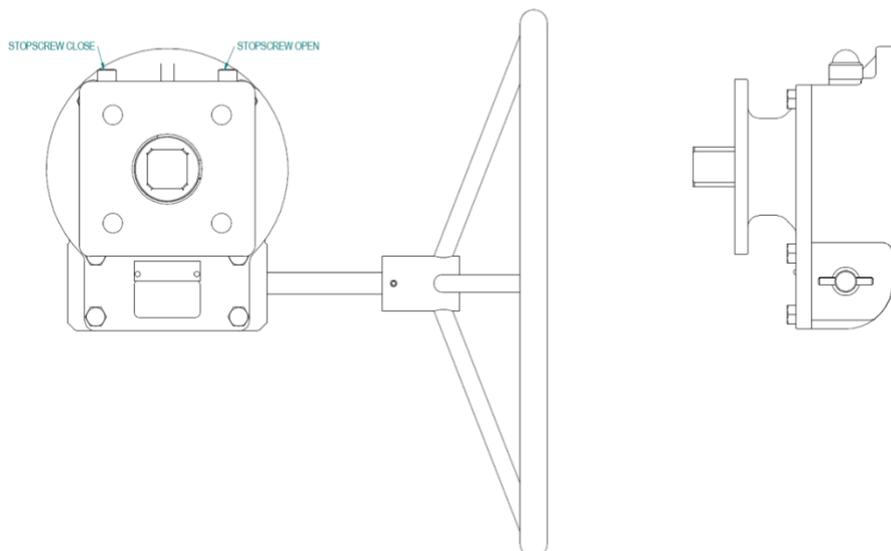

Figura 10: Ajuste do parafuso do redutor ILG/S rosca esquerda
5. Gire o volante no sentido anti-horário para colocar o redutor (e a válvula) em posição totalmente aberta. Quando a posição totalmente aberta não puder ser alcançada, solte o parafuso-abertura do redutor (ver figura 10) e verifique o ajuste de parada de curso do atuador. Continue girando o volante até que a válvula esteja totalmente aberta.
8. O atuador também deve retornar (a válvula) à sua posição totalmente fechada. Quando a posição totalmente fechada não puder ser obtida, solte o parafuso limitador da posição fechada do redutor (ver figura 10) e verifique o ajuste limite de curso do atuador.